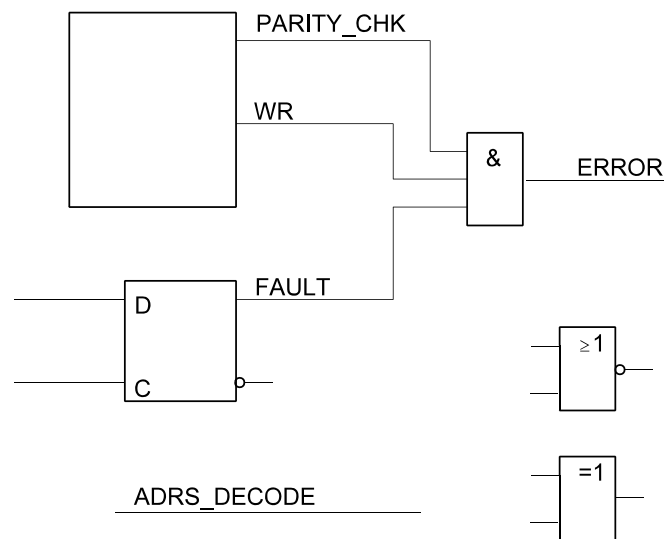

Abb. 9
9. Auf einer Leiterplatte befindet sich u. a. die in Abb. 9 gezeigte Schaltung. Sie funktioniert aber nicht richtig. Die erforderliche Änderung:
Es stehen aber nur die in Abb. 9 dargestellten Funktionselemente zur Verfügung. Lassen Sie sich was einfallen ...